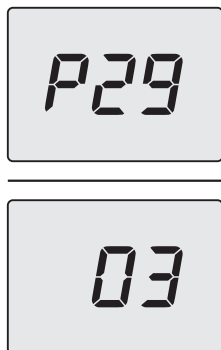

Figura 5.46
- Scorrere i vari parametri utilizzando i tasti 17 (indietro) o 19 (avanti) fino a far apparire sul display LCD le lettere **P29** che si alternano con il valore del parametro (Figura 5.46).